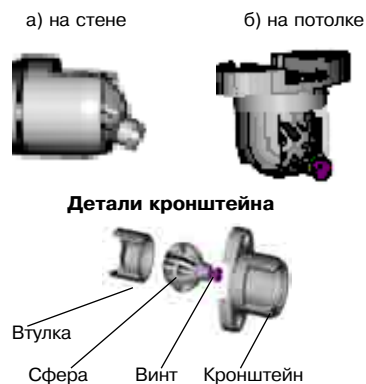

Рис. 6.4
- снимите крышку, вывернув при помощи отвертки винт, расположенный в нижней части основания извещателя (рис. 6.4).